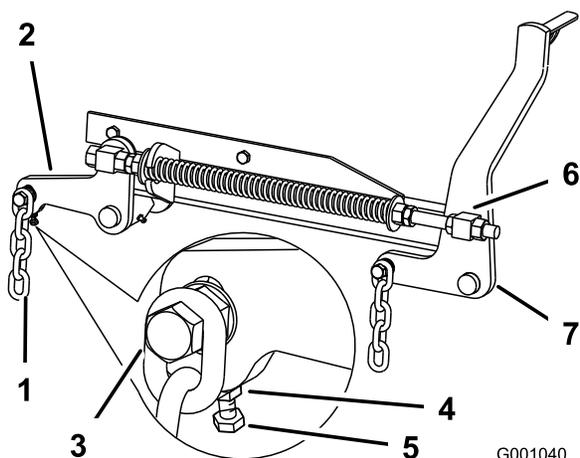

Figure 84
7. Si la distance mesurée au point **B** ou **C** n'est pas correcte, desserrez le boulon qui fixe la chaîne arrière au bras de support arrière (Figure 84).
- Desserrez l'écrou de blocage sous le bras de support arrière et agissez sur le boulon de réglage de manière à obtenir une distance de 80 à 83 mm ; voir Figure 84.
- Desserrez d'environ 13 mm les écrous de blocage à l'avant des pivots avant gauche et droit (Figure 84).
- Régalez les écrous de relevage sur les côtés gauche et droit de la machine de manière à abaisser l'avant de 6 à 10 mm au point **A** par rapport au point **B** à l'arrière (Figure 84).